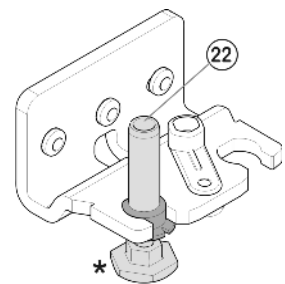

Fig. 7
- ▶ Снова слегка наклоните устройство назад и снова установите опорный палец Fig. 7 (22). Зау-брина должна быть расположена спереди.